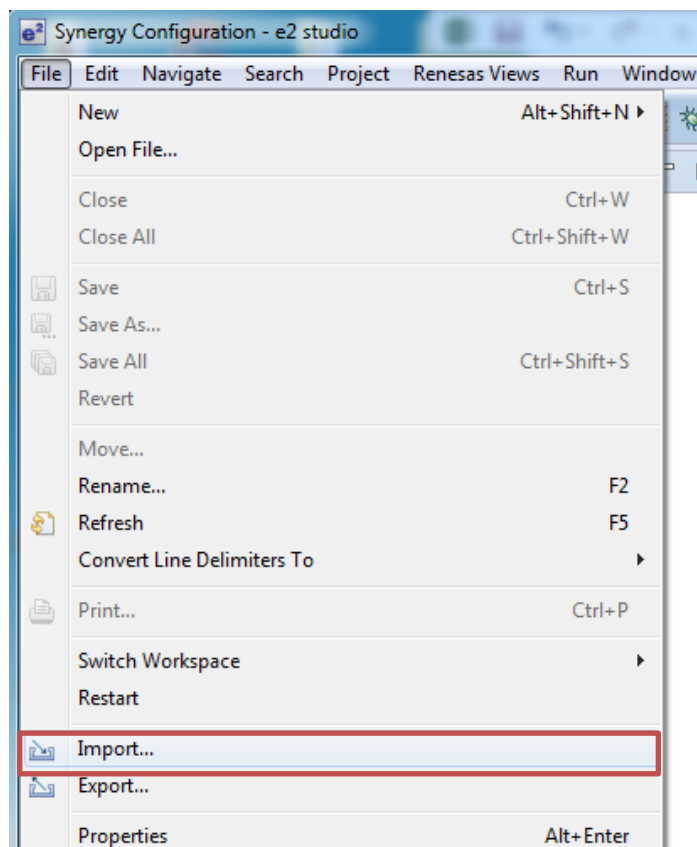

図 2.5 [File] (ファイル) ドロップダウンメニュー
4. **[File]** (ファイル) ドロップダウンメニューの **[Import]** (インポート) をクリックします (図 2.5)。